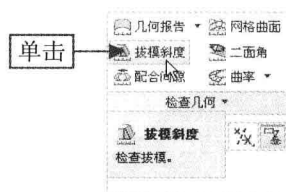

图 7-97 单击“拔模斜度”按钮
Step 02 在“功能区”选项板的“模型”选项卡中，单击“检查几何”面板中的“拔模斜度”按钮，如图 7-97 所示。